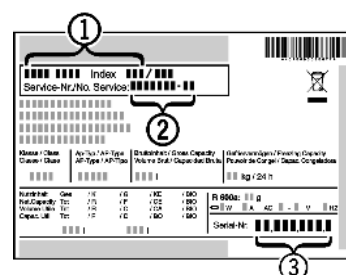

Fig. 56
- ▶ A készülék megnevezését Fig. 56 (1), a szerviz- Fig. 56 (2) és sorozatszámot Fig. 56 (3) a típustábláról olvassa le. A típustábla a készülék belsejében baloldalon található.